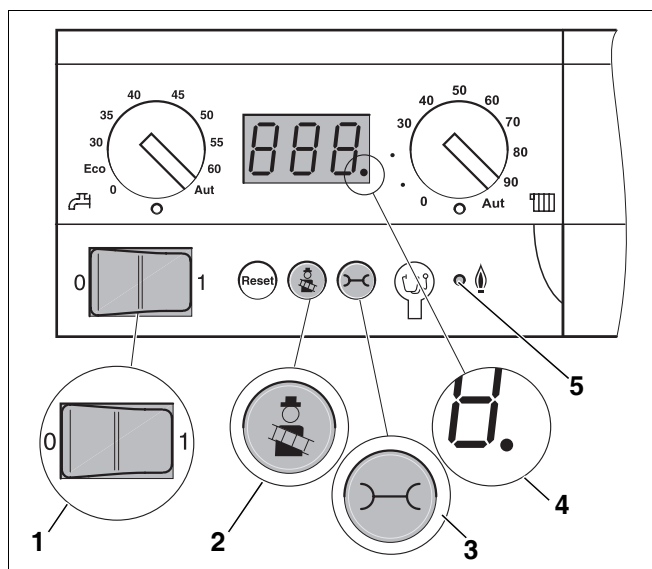

Bild 30 Basiscontroller Logamatic BC10
- Betriebsschalter am BC10 auf „0“ (Aus) stellen (→ Bild 30, [1]).
- Betriebsschalter am BC10 auf „1“ (Ein) stellen (→ Bild 30, [1]).
- Durch Betätigen der Taste „Schornsteinfeger“ (→ Bild 30, [2]) den Abgastestbetrieb einschalten. Die Taste solange gedrückt halten (ca. 2 Sekunden), bis der Dezimalpunkt (→ Bild 30, [4]) rechts unten im Display erscheint.
- Nach Aufleuchten der LED „Brenner“ (→ Bild 30, [5]) den Fließdruck messen und in das Inbetriebnahmeprotokoll, Kapitel 10.15 „Inbetriebnahmeprotokoll“, Seite 42, eintragen.
- Taste „Statusanzeige“ (→ Bild 30, [3], Seite 36) so oft drücken, bis die Temperaturanzeige im Display erscheint.
- Taste „Schornsteinfeger“ (→ Bild 30, [2], Seite 36) drücken, um die Messung zu beenden. Der Dezimalpunkt rechts unten im Display erlischt.